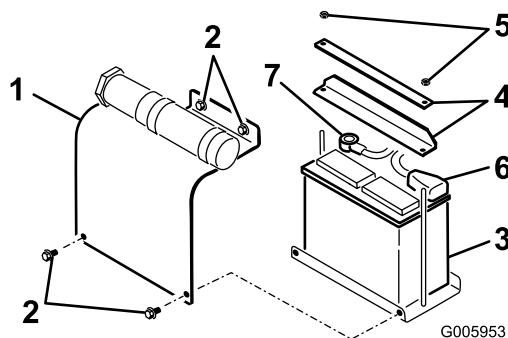

図 35
2. バッテリーカバーを取り出す (図 35)。
1. バッテリー固定用のバーとナットを外す（図 35）。
2. バッテリーのマイナス端子にマイナス（黒）ケーブルの接続を外す（図 35）。
3. バッテリーのプラス（赤）ケーブルの接続を外す（図 35）。
1. プラットフォームにバッテリーを取り付ける（図 35）。
2. 先ほど取り外したナットとバーで、バッテリーをシャーシに固定する（図 35）。
3. バッテリーのプラス端子にプラス（赤）ケーブルを接続する（図 35）。ゴムカバーをかぶせる。
4. バッテリーのマイナス端子にマイナス（黒）ケーブルを接続する（図 35）。
5. バッテリーカバーを取り付ける（図 35）。